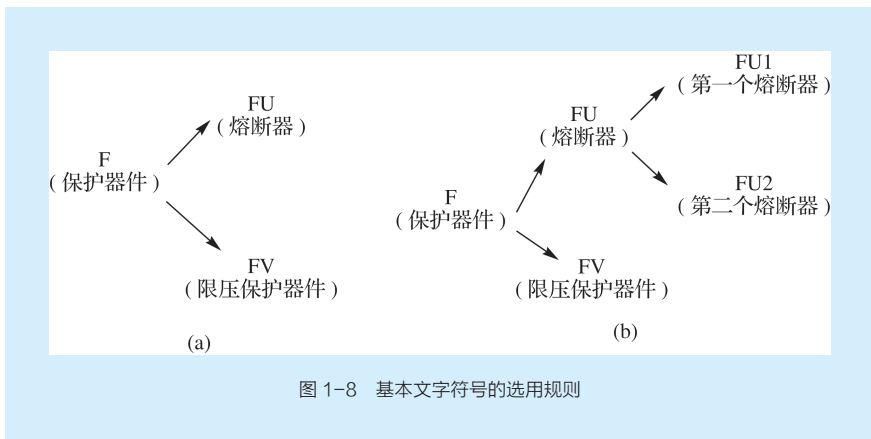

图 1-8 基本文字符号的选用规则
(1) 优先选用单字母文字符号，只有当用单字母文字符号不能满足要求，需要将大类进一步划分时，方可采用双字母文字符号，以便更详细、更具体地表述电气设备、装置和元器件。双字母文字符号的应用示例如图 1-8 (a) 所示。
(2) 若需要再进一步区分，可在基本文字符号后加辅助文字符号或阿拉伯数字序号。文字符号后加阿拉伯数字序号的应用示例如图 1-8 (b) 所示。